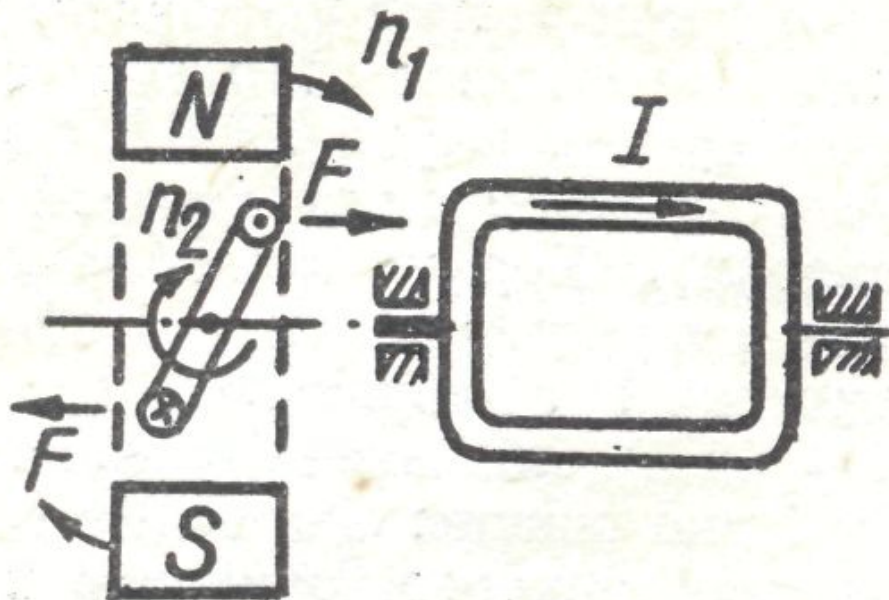

Рис. 18-2. Короткозамкнутый виток во вращающемся магнитном поле.
- Расположим во вращающемся магнитном поле укрепленный на оси замкнутый виток провода (рис. 18-2). Согласно закону электромагнитной индукции, в витке будет индуцироваться эдс ($e=Blv$). *Направление тока в витке, вызванного этой эдс, определим по правилу правой руки. Согласно закону Ампера, на проводник с током в магнитном поле действует сила $F = BI$. Направление силы определим по правилу левой руки — она направлена в сторону вращения магнитного поля.*